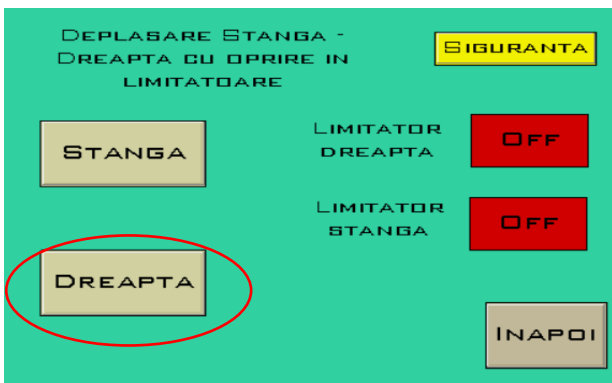

Figura 15. Buton cu acțiune în partea dreaptă
b. Dacă se dorește ca platoul să se deplaseze către partea dreaptă se va apăsa butonul “Dreapta”- care are ca adresă bit-ul intern 10.06 - figura 15.